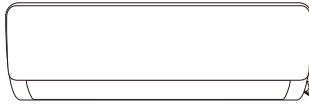
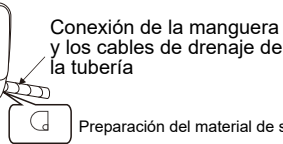

Fig 1
Fig 2
1. Dependiendo de la posición de la unidad, la tubería puede enrutarse lateralmente desde la izquierda o la derecha ( Fig. 1 ), o verticalmente desde la parte posterior (Fig. 2 ) (dependiendo de la longitud de la tubería de la unidad interior). En el caso de enrutamiento lateral, corte el material de corte de salida del lado opuesto.